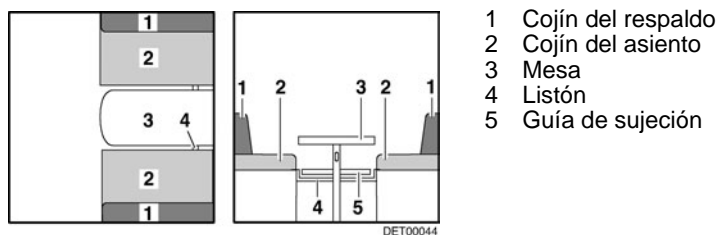

Fig. 83 Antes de la transformación
- Transformar la mesa (Fig. 83,3) en base de cama (véase apartado 7.7).
- Según el modelo, meter el listón (Fig. 83,4) o tirarlo hacia dentro. El listón tiene la posición correcta cuando soporta el tablero de mesa aprox. 15 - 20 cm detrás de la pata de mesa.